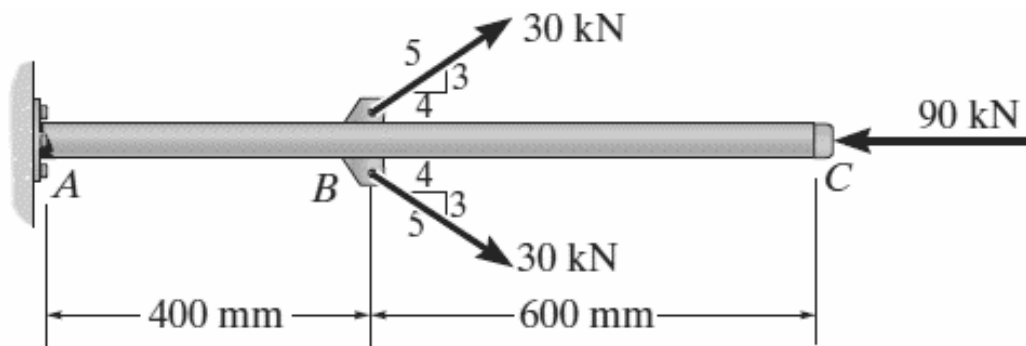

Figura 2.21
2.3.5 Determine o deslocamento do ponto B e C da Figura 2.21. Dados: Diâmetro de 30mm e $E=200\text{GPa}$.